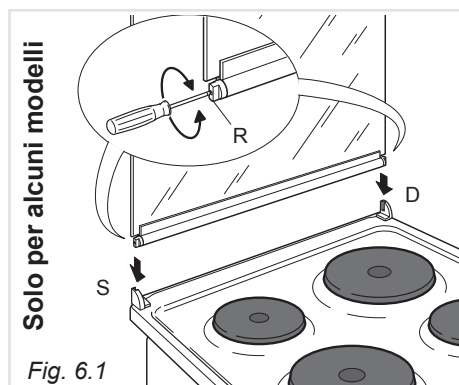

Fig. 6.1
- nella sede destra deve essere montata la cerniera con la stampigliatura **“D”** mentre nella sede sinistra la cerniera con la stampigliatura **“S”** (fig. 6.1)
Eventualmente registrare la taratura delle molle delle cerniere ruotando le viti **“R”** in senso orario (fig. 6.1).